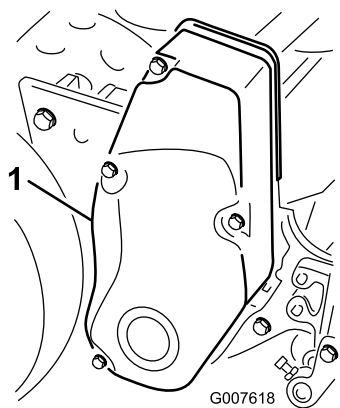

図 34
1. ベルトカバー取り付けネジを外してカバーを取り、ベルトを露出させる図 34。